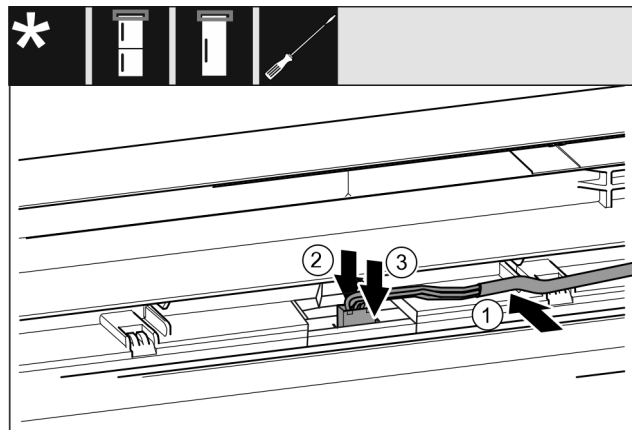

Fig. 44
- ▶ Szary kabel włożyć w prowadnicę w górnych drzwiach. Fig. 44 (1)
- ▶ Zaczep docisnąć do tyłu. Fig. 44 (2)
- ▶ Podłączyć wtyczkę. Fig. 44 (3)